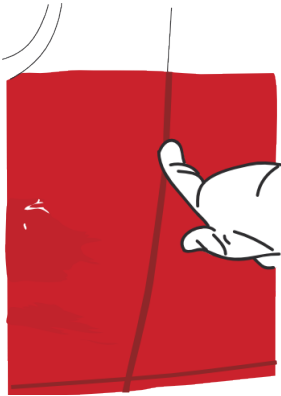

Abbildung 24
- › Zeichnen Sie die Umrisse der Fläche mit Ihrem behandschuhten Finger nach. (Abb. 24)